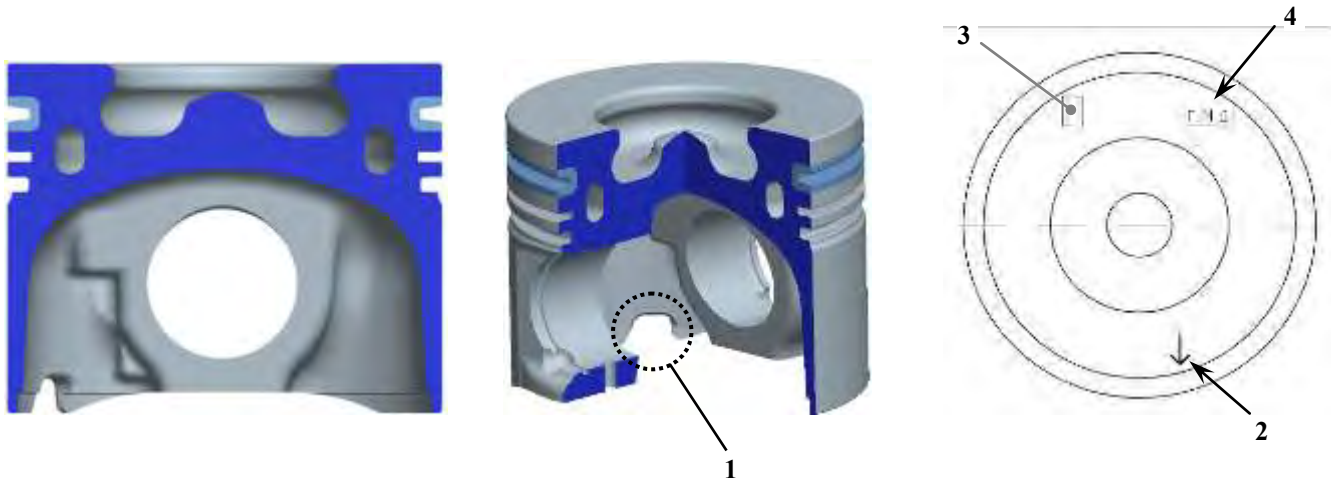

Рис.13. Поршень:
**Поршень** (рис.13) – отлит из специального алюминиевого сплава DM104. В головке поршня выполнены камера сгорания омега ( $\omega$ ) - образной формы и канал охлаждения. Масса поршня стандартного размера  $586 \pm 5$ г.
Поршни по диаметру юбки делятся на 3 размерные группы А, В и У. По диаметру отверстия под поршневой палец и массе поршни на размерные (весовые) группы не делятся. Маркировка размерных групп и стрелка-указатель ориентации поршня в блоке цилиндров выбиваются на днище (рис.13).